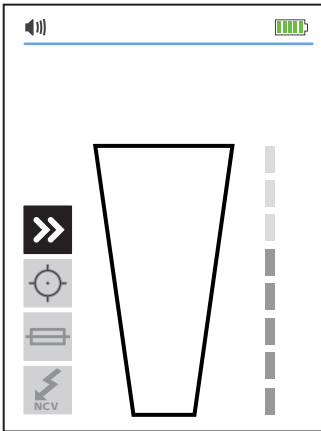
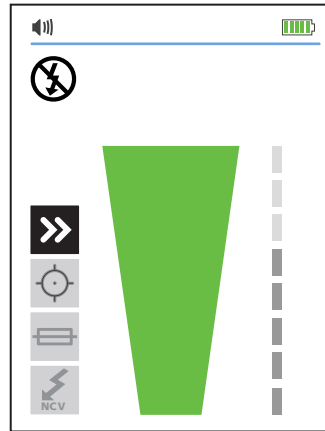

Figure 3.1c : Signal non détecté
Figure 3.1d : Signal détecté
3. Pour obtenir de meilleurs résultats lors du suivi des câbles sous tension, alignez la fente du capteur sur la pointe à la direction du câble tel qu'indiqué sur la Figure 3.1c et la Figure 3.1d. Le signal risque de ne pas être détecté si l'alignement est incorrect. Afin de vérifier la direction du câble, tournez régulièrement le récepteur à 90 degrés. La puissance du signal est à son maximum lorsque le fil est aligné sur la fente du capteur à pointe.